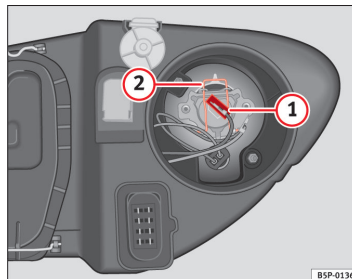

Fig. 167 Fjernlys
- Træk stikket ⇒ Fig. 167 ① af pæren.
- Tag fjederen ⇒ Fig. 167 ② af ved at trykke den ind og dreje mod højre.